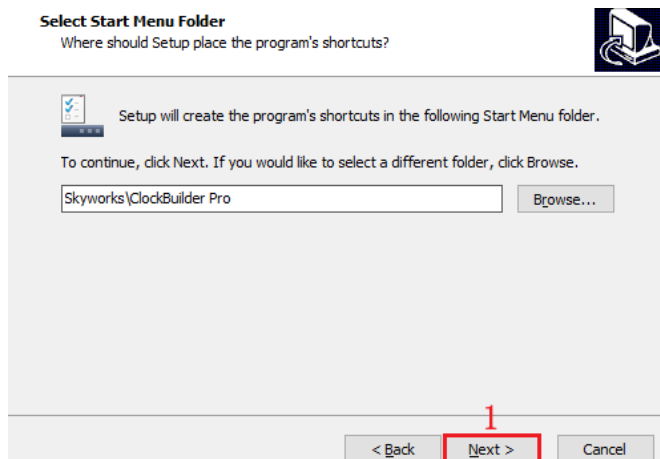

图 12.10 选择软件快捷方式路径
6. 软件快捷方式选择，直接点击 Next 即可，操作如下图 12.10 所示。